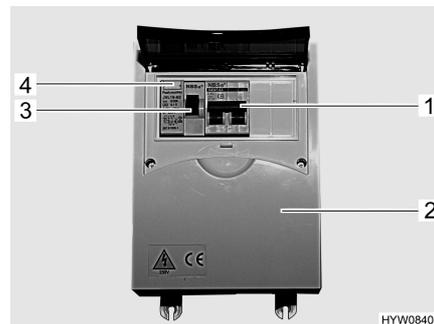

Fig. 52 Caja de fusibles de 230 V con interruptor de protección de línea e interruptor FI
Un interruptor de corriente de defecto (interruptor FI) (Fig. 52,3) en la caja de fusibles (Fig. 52,2) asegura el vehículo completo contra corriente de defecto (0,03 A).
El interruptor de protección de línea conectado en serie (10 A) (Fig. 52,1) asegura las cajas de enchufe de 230 V, el frigorífico y el bloque eléctrico.
- Si el vehículo está conectado a la alimentación de 230 V, pulsar la tecla de prueba (Fig. 52,4). Se debe activar el interruptor de corriente de defecto (FI).